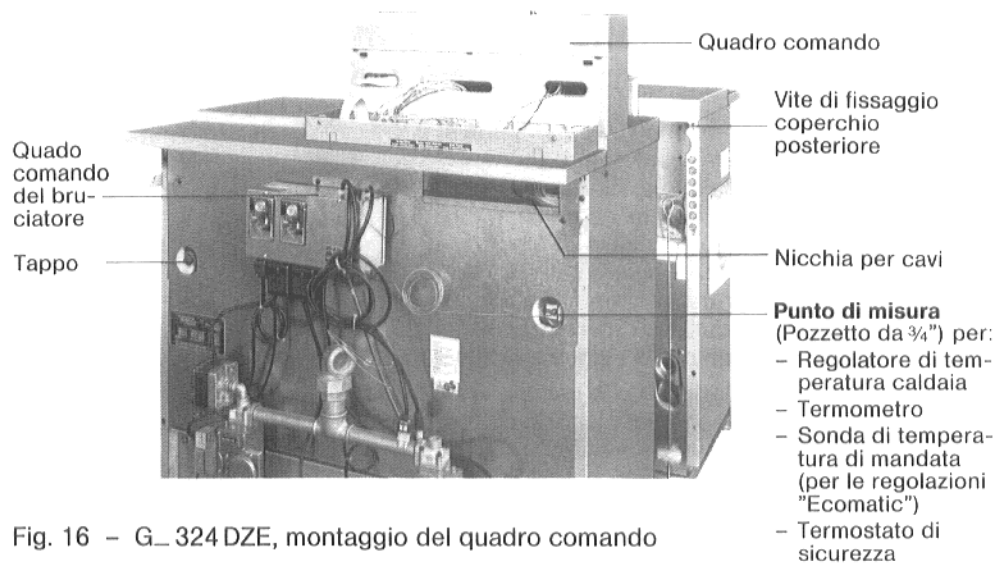

Fig. 16 - G_324 DZE, montaggio del quadro comando
8. Porre il quadro comando sul coperchio posteriore della caldaia (Fig. 16).
9. Condurre il cavo di controllo dal quadro comando del bruciatore al quadro comando (Fig. 16) e collegare i conduttori di protezione ai morsetti 17 e 18.
10. Srotolare i capillari delle sonde di temperatura quanto sufficiente per giungere ai punti di misura (pozzetti) (Fig. 16).
11. Inserire la sonda, a fondo, nella guaina (pozzetto) (Fig. 16).
15. Spingere la lunghezza eccedente dei capillari e dei cavi nell'apertura sotto il coperchio caldaia (Fig. 16).